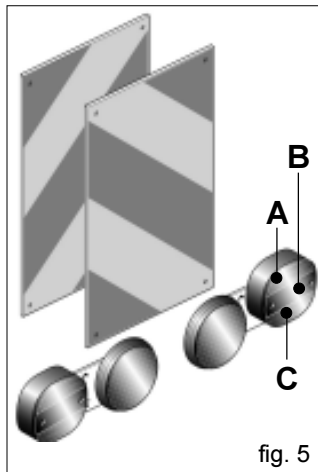

fig. 5
- 37) Qualora gli ingombri costituiti da attrezzature portate o semiportate occultino la visibilità dei dispositivi di segnalazione e di illuminazione della trattrice, questi ultimi devono essere ripetuti adeguatamente sulle attrezzature, attenendosi alle normative del codice stradale in vigore nel relativo paese. Accertarsi, quando in uso, che l'impianto luci sia perfettamente funzionante. Si rammenta inoltre che la corretta sequenza segnaletica dei fanali prevede (Fig. 5):